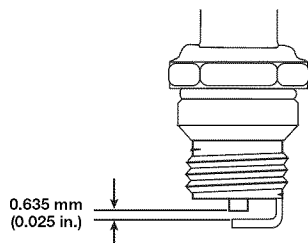

Fig. 32
- Apague el motor y espere que se enfríe. Quite los seis (6) tornillos de encima de la tapa del motor con un destornillador de pala o Torx #25 (Fig. 32).
- Cambie las bujías que estén rajadas, sucias o deterioradas. Fije la separación de aire a 0.635 mm (0.025 pulgadas) utilizando un calibrador (Fig. 32).